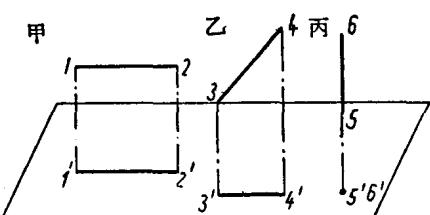

图 1-6 线的投影
**（二）直线的投影** 直线与投影面平行时，直线投影的长度与直线的实际长度相等（图1-6，甲）。直线与投影面不平行，即直线倾斜时，直线投影的长度比实际长度短（图1-6，乙）。直线的倾角越大，它的投影长度越短，直线与投影面垂直时，它的投影是一个点（图1-6，丙）。